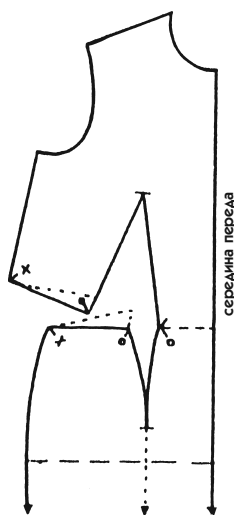

Рис. 531
1. Переведите вытачку лифа вниз (см. рис. 531).
- Можно сделать рельеф, а можно соединить юбку с лифом, как показано на рис. 531.
- Если действует мода на завышенную линию талии впереди, можно отделить часть лифа над линией талии, а потом добавить ее к соответствующей части юбки (пунктир на рис. 531 и 530).